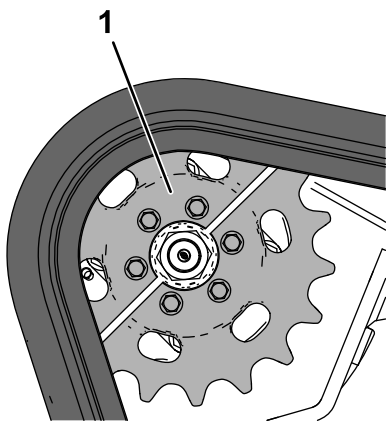

Рисунок 26
2. Припаркуйте машину на ровной горизонтальной поверхности так, чтобы только одна половина ведущего колеса вошла в зацепление с гусеницей (Рисунок 26).